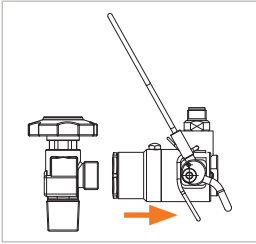

Abbildung 15
- ▶ Ziehen Sie den Adapter **gerade** nach hinten ab (*Abbildung 15*). Dadurch wird eine Beschädigung der Frontdichtung durch eventuell scharfe Kanten am Flaschenventil vorgebeugt.